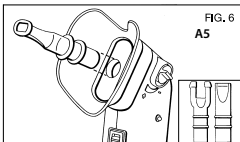

FIG. 6
6. Zubehör: Das Inhalationsgerät kann mit einer Maske oder einem Mund- oder Nasenstück benutzt werden, indem dieses Zubehör an der entsprechenden Stelle angebracht wird (Abb. 6). Bei Benutzung des Nasenstückes tief inhalieren, um Kondenswasserbildung zu vermeiden, die eine korrekte Verneblung verhindern kann.